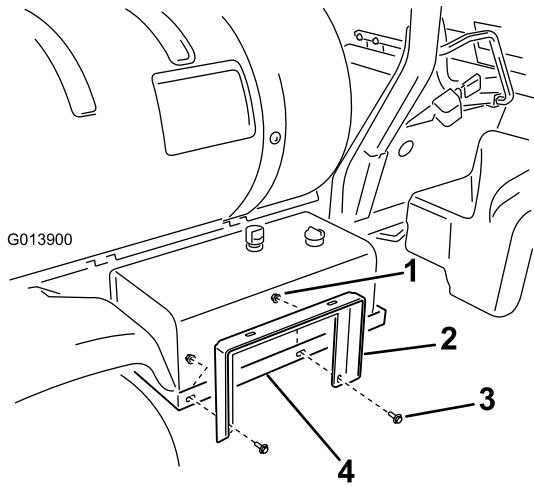

图8
1. 用 2 个凸缘头螺栓 (3/8 x 1 英寸) 和 2 个凸缘螺母 (3/8 英寸) 将软管卷支座安装到液压油箱支架 (图8) 上。出于随后调整考虑, 不要完全旋紧螺母。
3. 用 2 个凸缘头螺栓 (3/8 x 1 英寸) 和 2 个凸缘螺母 (3/8 英寸) 将软管卷支座安装到软管卷箍带 (图8) 上。